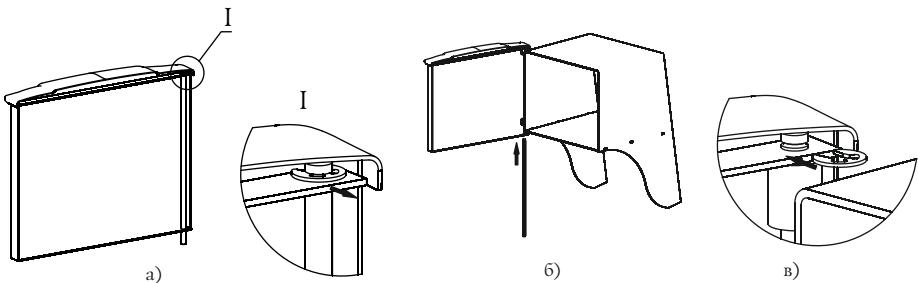

Рисунок 4. Установка дверцы при монтаже печи.
Установка дверцы на печи модели «Бирюса 2013» и производится следующим образом (рисунок 4):
1. Извлеките ось из дверцы, предварительно сняв упорную быстросъемную шайбу, рисунок 4.а;
3. Вставьте ось через отверстия снизу вверх, с расположением канавки под шайбу в верхней части оси, рисунок 4.б;
4. Установите упорную быстросъемную шайбу в канавку на оси, рисунок 4.в